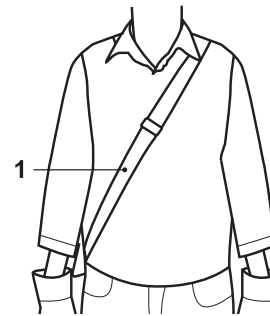

Fig. 8
- > Coloque el arnés (1) de modo que se deslice sobre el hombro izquierdo, cruzando el pecho y la espalda (Fig. 8).